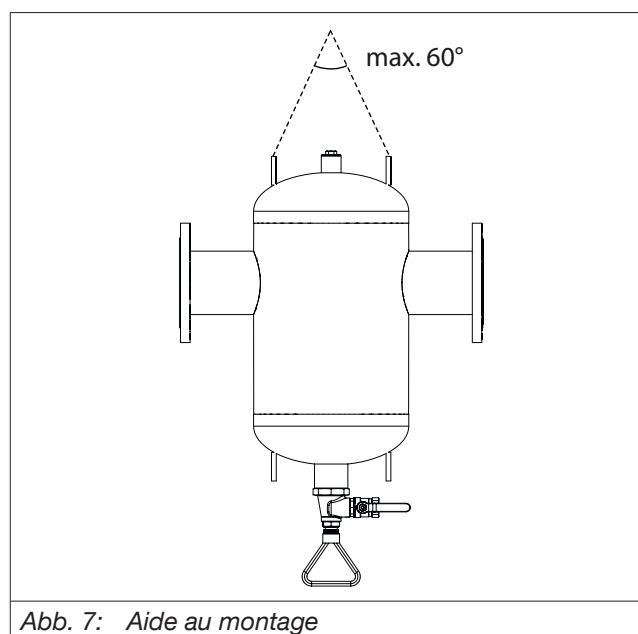

Abb. 7: Aide au montage
- Les œillets disposés sur le séparateur de boues servent à faciliter le montage lors du levage (voir Abb. 2 et Abb. 7).